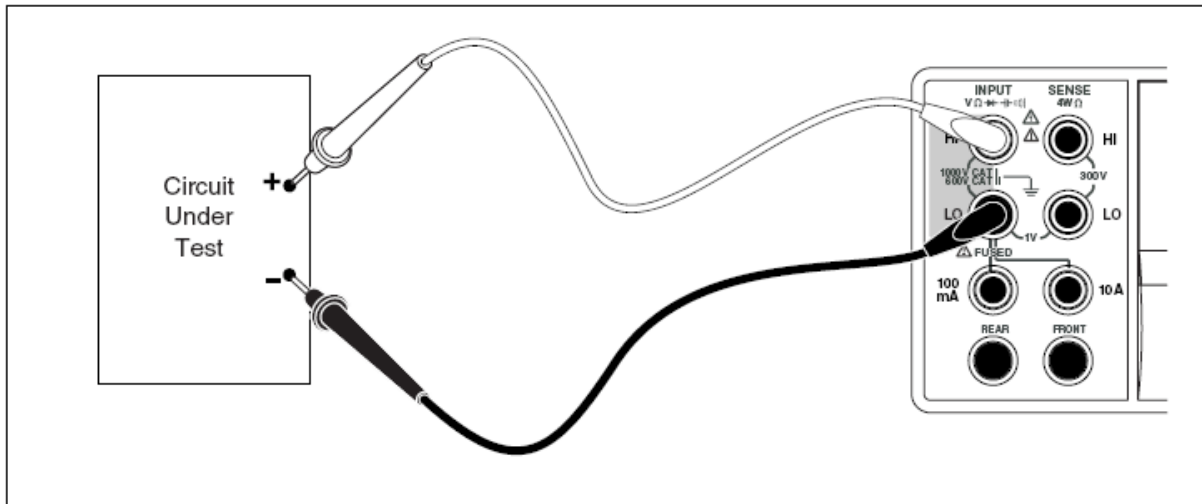

Figura 4-1. Conexiuni de intrare pentru măsurarea tensiunii, rezistenței și frecvenței.
2. Conectați cablurile de testare la intrările multimetrului așa cum este indicat în figura 4-1.
2. Conectați multimetrul la semnal așa cum este indicat în figura 4-1.
1. Conectați cablurile de testare la conectorii de intrare ai multimetrului așa cum este indicat în figura 4-1.